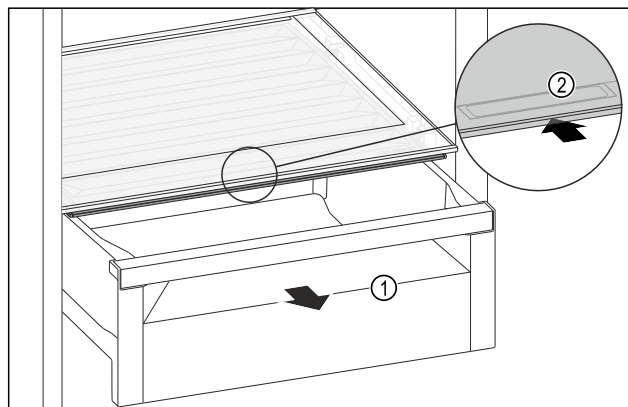

Fig. 138
- ▶ Извлеките выдвижной ящик Fig. 138 (1).
- ▶ Возьмитесь за утопленную ручку Fig. 138 (2) на крышке отделения и одновременно введите крышку отделения назад.